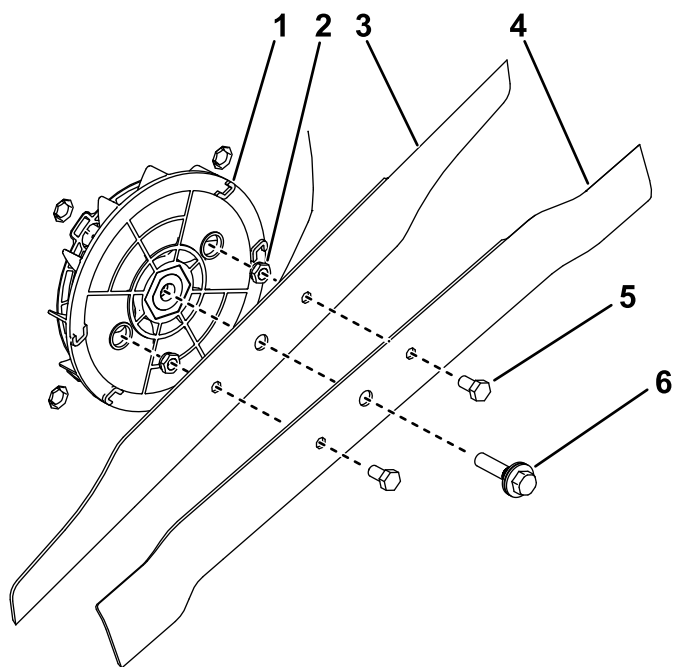

Figura 26
5. Sujete las cuchillas nuevas entre sí como se muestra en la Figura 26; apriete las tuercas que sujetan las cuchillas entre sí a 18.9–19.6 N·m (167–173 pulgadas-libra).
6. Instale las cuchillas nuevas usando el perno de la cuchilla (Figura 26).